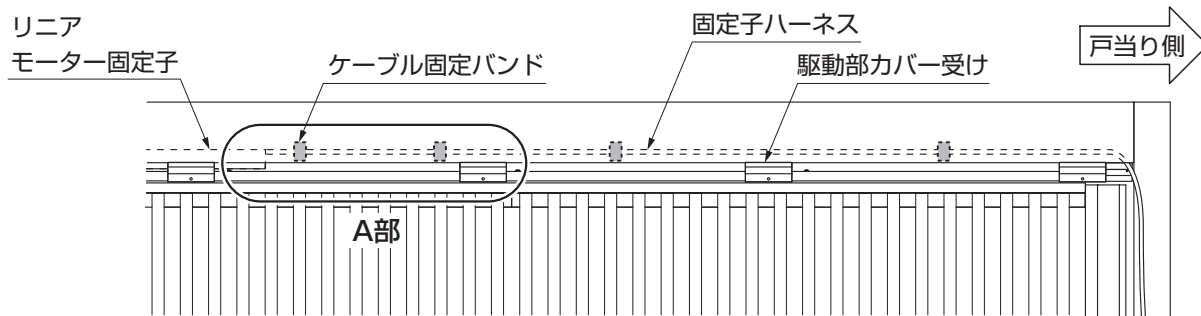
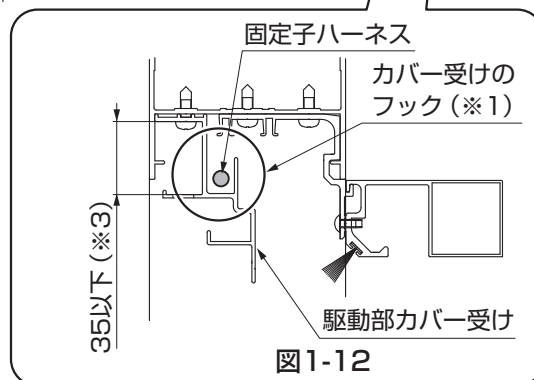

図1-9
図1-12
- ① 固定子ハーネスをカバー受けのフック(※1)を通して戸当り側まで配線してください。(図1-9、図1-12参照)
- ② リニアモーター固定子のハーネスにケーブル固定バンドを4箇所巻付けてください。(図1-9参照)
- ケーブル固定バンドは固定子ハーネスがたるまないよう(※3)に注意して取付けてください。(図1-12参照)